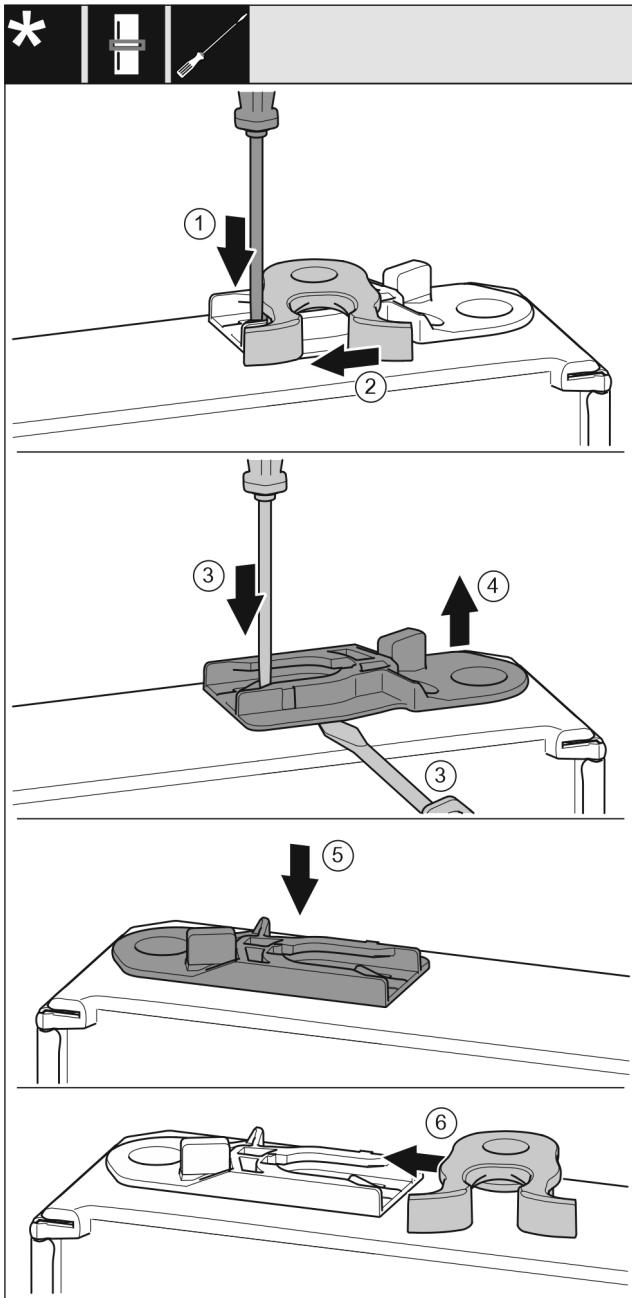

Fig. 20
- ▶ Lasche Fig. 20 (1) mit Schlitzschraubendreher nach unten drücken.
- ▶ Schließhaken Fig. 20 (2) aus Führung ziehen.
- ▶ Führungsbuchse Fig. 20 (3, 4) herausziehen: Lasche mit Schlitzschraubendreher drücken und gleichzeitig mit Schlitzschraubendreher unter Führungsbuchse fahren.
- ▶ Im Lieferumfang beiliegende Führungsbuchse Fig. 20 (5) auf anderer Gehäuseseite einschieben.
▶ Schließhaken Fig. 20 (6) in Führung schieben.